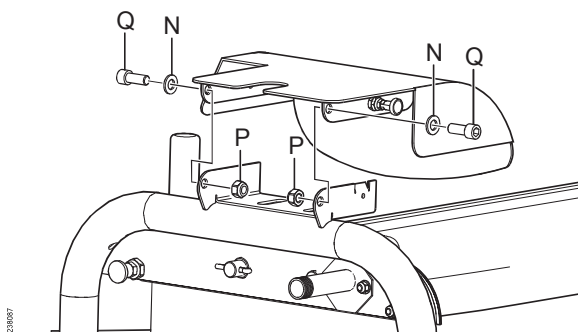

Fig. 13: Montering av dekselet.
6. Monter dekselet på venstre bein slik Fig. 13 viser.